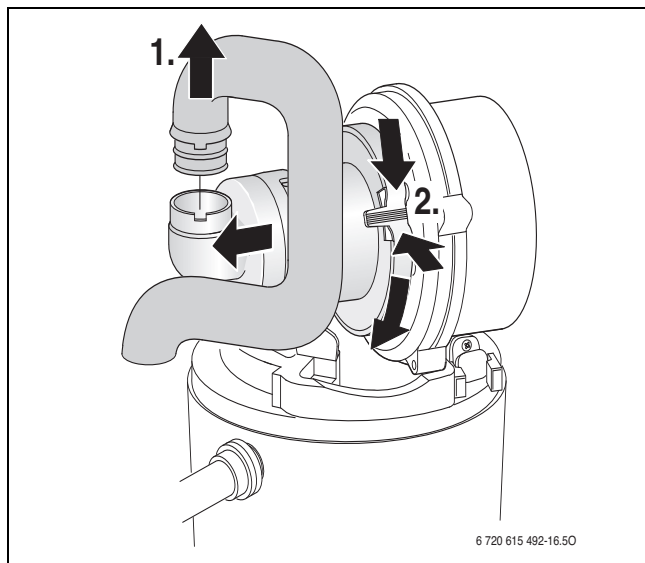

Fig. 44
- Démonter le mélangeur selon la fig. 44.